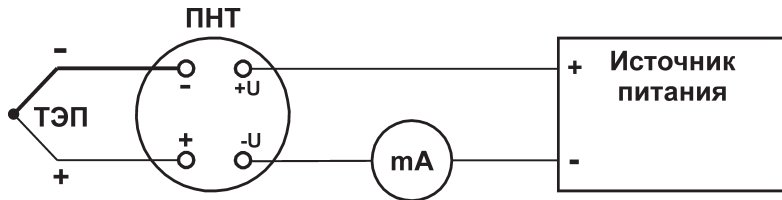

Рис. 2
8.1 Собрать схему измерения согласно рис. 2